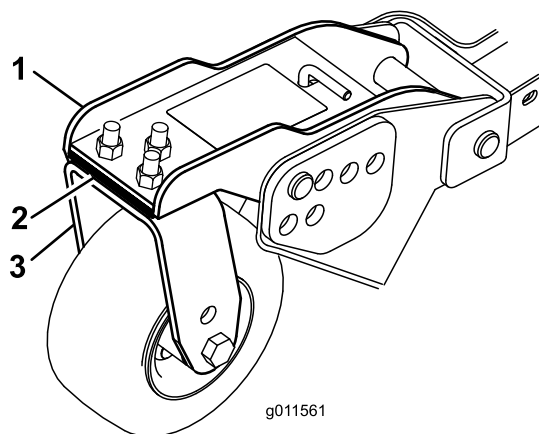

Figura 79
1. Retire los tornillos de caperuza y las tuercas que fijan el brazo de las ruedas giratorias a la horquilla de la rueda (Figura 79).